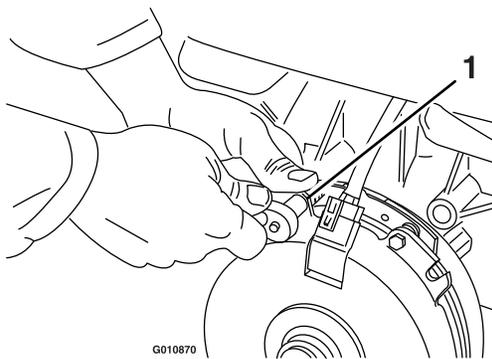

Figura 67
- A. Afloje ambos pernos de montaje del freno entre media y una vuelta, según se muestra en Figura 67.